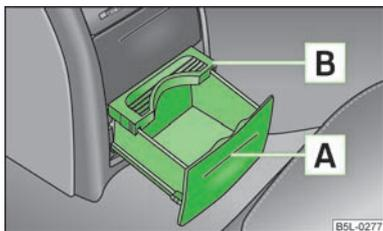

Fig. 65
- Appuyez sur le cache au niveau de **A** » fig. 65 - le porte-gobelets sort.